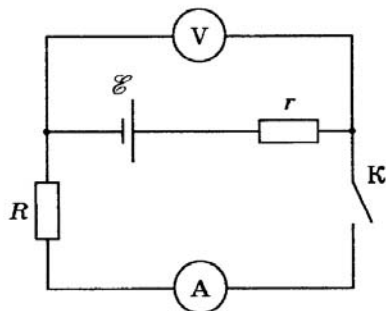

Рис. 2
1. Соберите электрическую цепь (см. рис. 2).